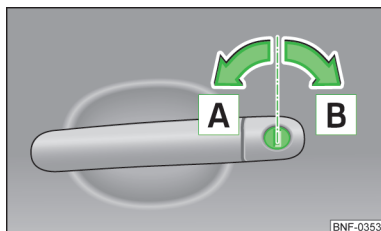

Fig. 14
- Rotiți cheia în butucul portierei șoferului, în sensul de deplasare (poziție de descuiere) » fig. 14.
- Rotiți cheia în încuietorea portierei șoferului în sens contrar sensului de deplasare (poziție de încuiere) » fig. 14 la pagina 24.